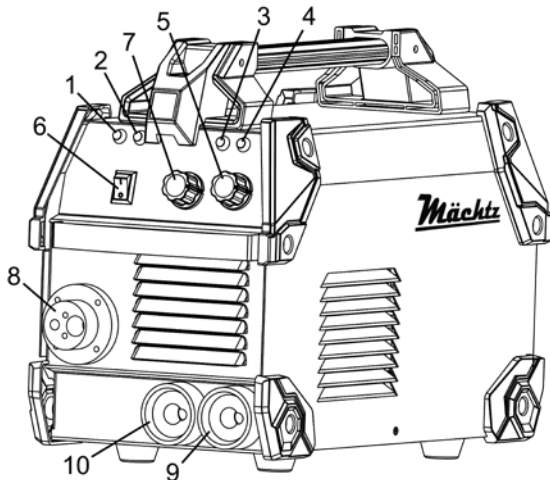
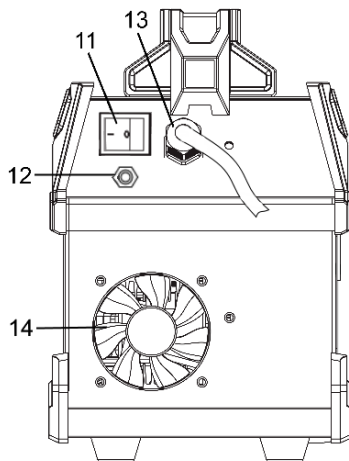

Рисунок 1
Рисунок 2
2.2.3 Індикатор термостатичного захисту (3, рисунок 1) вимкнений, якщо апарат працює нормально. Світіння даного індикатора свідчить про те, що перевищена температура всередині апарату і спрацював захист від перегріву. Сам апарат при цьому ввімкнений, але електроживлення на зварювальний контур не подається доти, поки не буде досягнута нормальна температура. При цьому вбудований вентилятор (14, рисунок 2) системи охолодження продовжує свою роботу та після достатнього охолодження, апарат запускається автоматично.
2.2.4 Індикатор «QC» (4, рисунок 1) поєднує індикацію роботи трьох функцій захисту електроніки виробу. Індикатор світиться у випадку спрацювання функції/функцій захисту при струмовому перевантаженні, захисту від перевантаження вихідних транзисторів IGBT, захисту від низької/високої напруги в електромережі.
2.2.5 Електродотримач має універсальну конструкцію для використання всіх типів стандартних електродів з обмозкою для зварювання металів. Струм зварювання виставляється за допомогою потенціометра (7, рисунок 1) залежно від типу і діаметра встановленого електроду, параметрів заготовки, складу металу, типу зварного з'єднання тощо. Цим же регулятором здійснюється вибір швидкості подачі дроту в пальник в режимі «MIG/MAG».
2.2.7 Перемикання режимів (MIG/MAG або MMA) виконується перемикачем (6, рисунок 1).
Зварювальні кабелі встановлюються в роз'єми (8, 9 та 10, рисунок 1) в залежності від типу обраного режиму зварювання (MIG/MAG або MMA). Для під'єднання кабелів необхідно вставити штекер кабелю у відповідний роз'єм так, щоб контакт штекера входив у паз до кінця. Після чого повернути штекер кабелю за годинниковою стрілкою до упору і переконатися, що він надійно зафіксований.
Для вибору необхідного режиму зварювання використовуйте перемикач режимів (6, рисунок 1) на передній панелі. Натискання на його верхню частину активує режим MMA, натискання на нижню частину – режими MIG/MAG.
Для увімкнення апарату переведіть перемикач «Увімк/Вимк» (11, рисунок 2) на задній панелі в положення «Увімк» («I»), один з індикаторів живлення (1 або 2, рисунок 1), залежно від обраного режиму роботи, почне світитися зеленим кольором. Тримавши маску ПЕРЕД ОБЛИЧЧЯМ, проведіть кінцем електрода по місцю зварювання, причому рух має бути схожим на запалювання сірника. Це і є правильний метод отримання дуги.
Для вимкнення апарату слід перевести перемикач «Увімк/Вимк» (11, рисунок 2) на задній панелі в положення «Вимк» («О»). Індикатор живлення (1 або 2, рисунок 1) згасне.